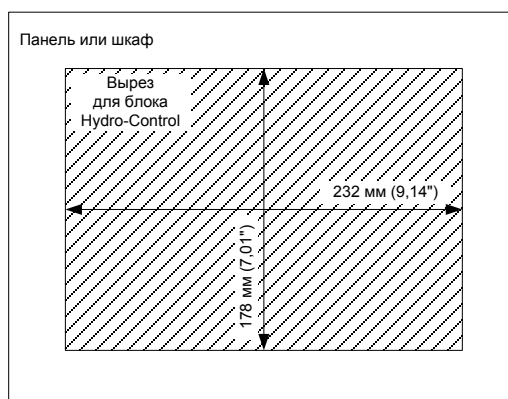

Рис. 6: Вырез в панели управления для установки блока управления системы HydroControl VI
- Вырежьте в панели окно соответствующего размера. Шаблон см. на Рис. 6.